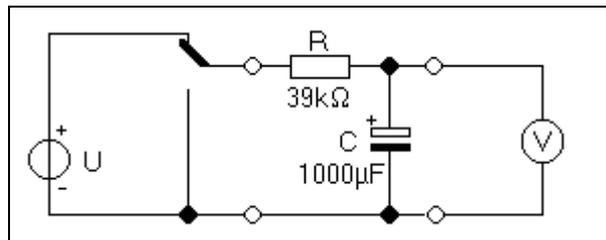

Bild 2
1. Ermitteln Sie die Kapazität des Kondensators mit dem Nennwert $C = 1000\mu\text{F}$ mit Hilfe der Schaltung nach Bild 2 über die Halbwertszeit! Messen Sie den Wert des Widerstandes mit dem Nennwert $R = 39\text{k}\Omega$ mit dem digitalen Handmultimeter!
3. Ermitteln Sie messtechnisch die Zeitfunktionen von Spannung und Strom am Kondensator für die Auf- und Entladung an einem RC-Glied nach Bild 2 jeweils in einem Zeitintervall von $0 \leq t \leq 60\text{s}$! Für die Aufladung ist eine Ladespannung von $U_0 = 15\text{V}$ zu verwenden. Die Entladevorgänge sind bei einer Spannung von $U_0 = 15\text{V}$ zu starten.
Erweitern Sie die Schaltung nach Bild 2 um die Möglichkeit der Messung des Kondensatorstromes!